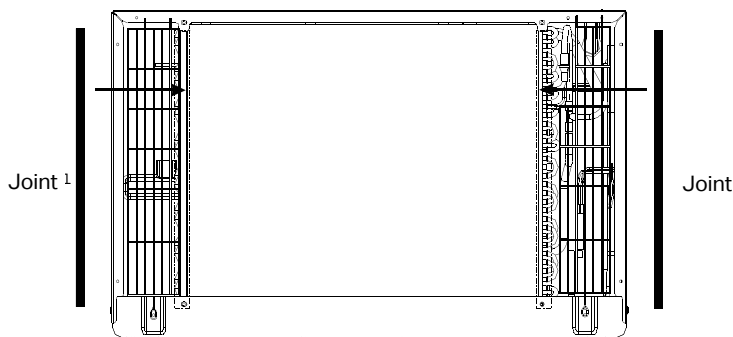

FIG. 1
21. Fixez les 2 joints (1 po x 3/8 po x 14 po) comme indiqué sur la FIG. 1.